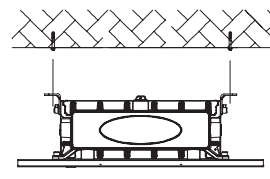

Figure 6
3. The holes on the bracket should be aligned with the expansion screws, then push the fixture to one side (Figure 6).
3. Les trous du support doivent être alignés avec les vis d'expansion, puis poussez le luminaire sur le côté (Figure 6).